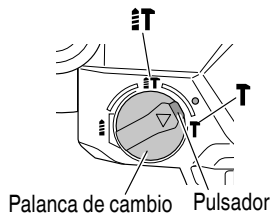
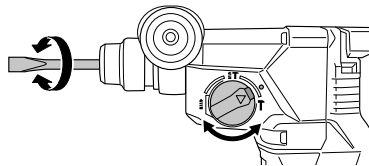

Fig. 24
Fig. 25
- (1) Montar la punta rompedora o cortafriós.
- (2) Presionar el pulsador y colocar la palanca de cambio en medio de la marca **HT** y la marca **T** (Fig. 24). La rotación se libera, gire el cortafriós y ajústelo a la posición deseada. (Fig. 25).